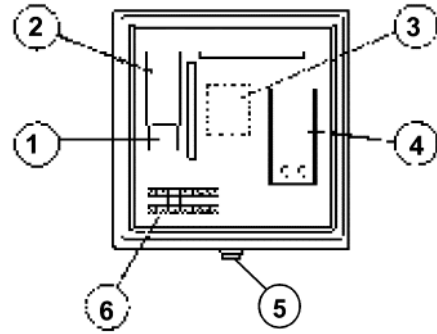

Рисунок 1.2.
2.3 Пульт управления (рис. 1.2.) содержит: